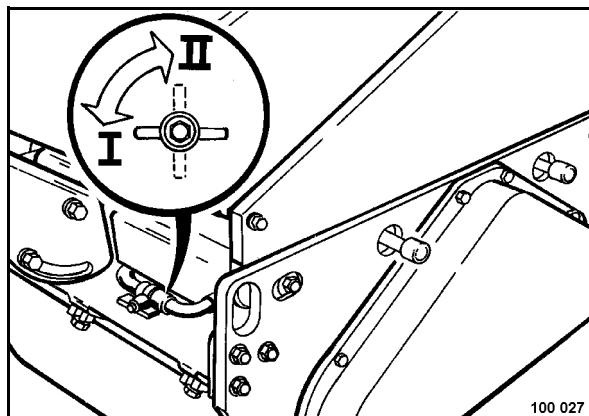

Fig. 44
- Para conectar hay que poner la palanca (Fig. 44) a posición "I".